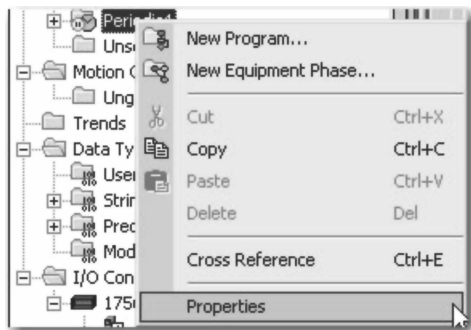

图 11-12 项目任务菜单
17. 在控制器项目管理器中, 右键单击周期性任务 Periodic4, 并选择“属性” (Properties), 如图 11-12 所示。